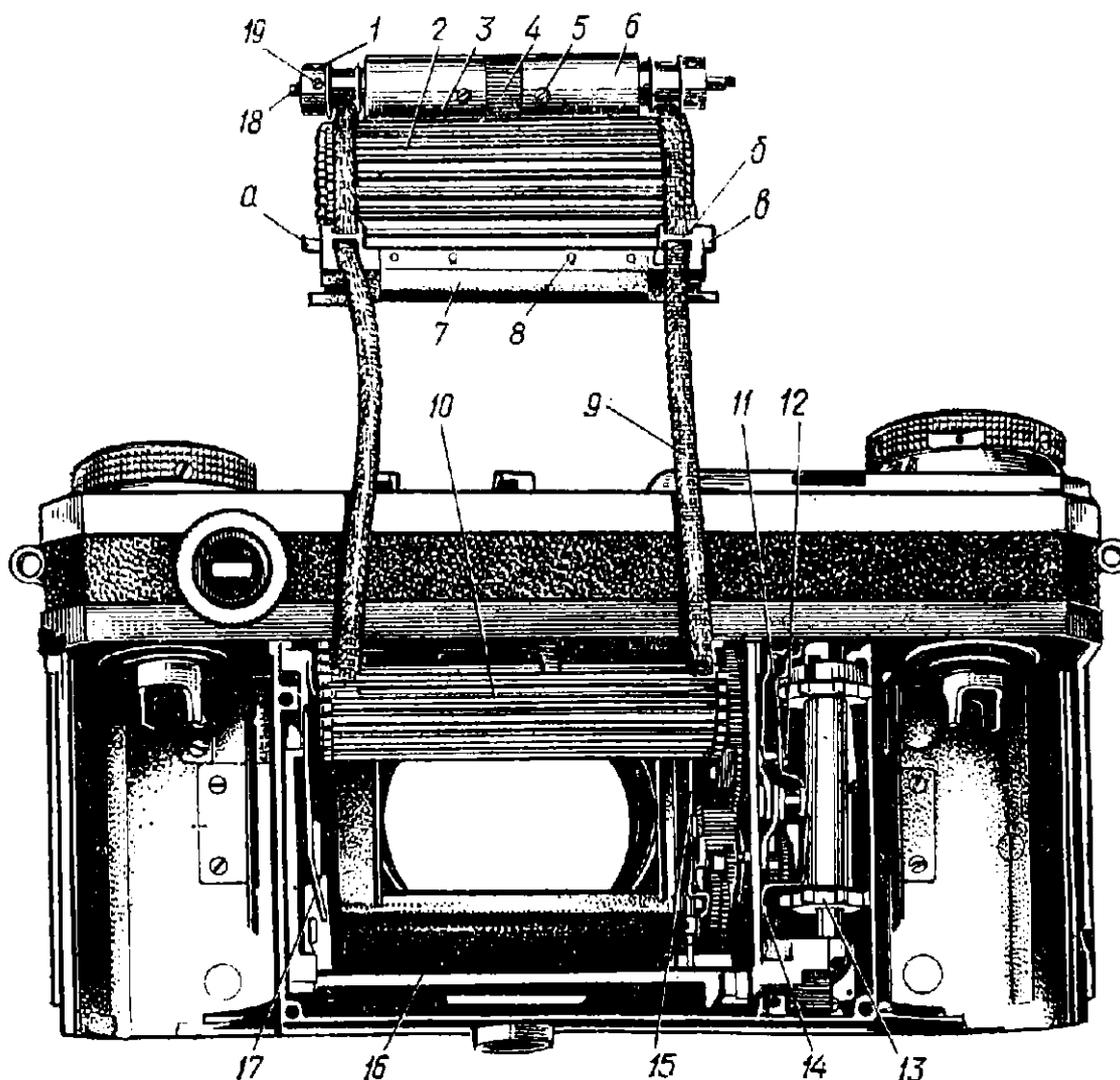
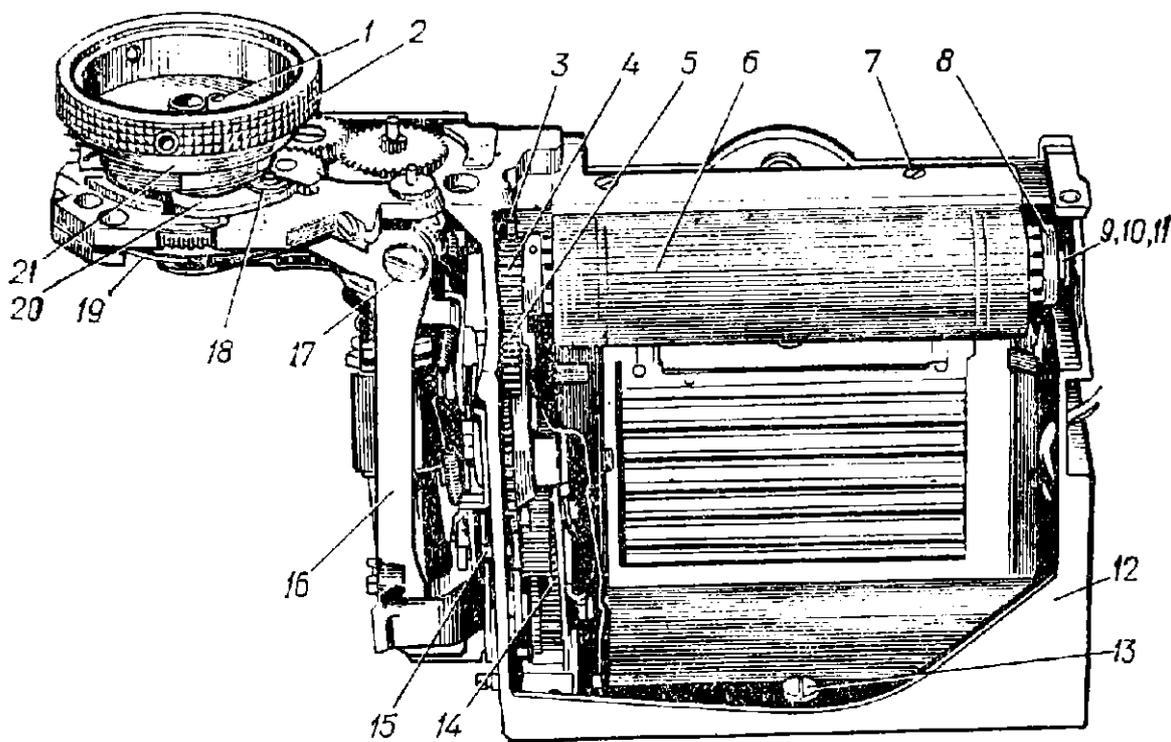
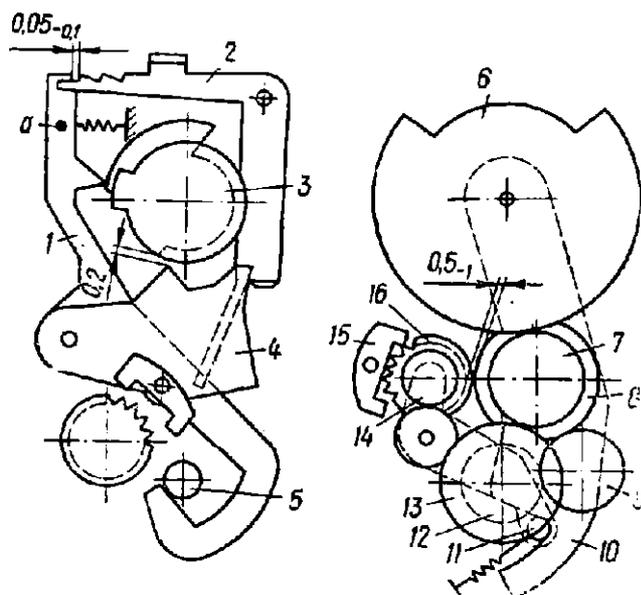

Рис. 18. Фотоаппарат со снятой шторкой:
Рис. 19. Затвор со щитками:
Рис. 20. Положение деталей тормозного механизма на выдержке 1/10 с:
5.2.44. Отвинтить винт-ось 17 (рис. 19) с левой резьбой и снять рычаг 16.
5.2.47. Отвинтить винт-ось 11 (рис. 11) на один-два оборота, удерживая отверткой ось от вращения. Отвести шайбу 13 в сторону. Вращая отверткой ось вправо, освободить ее от натяжения пружин, находящихся внутри валика. Снять втулку 8.229.010, расположенную за шайбой 13. Затем снять нижний валик 6 (рис. 18) вместе с нижней шторкой. Снять и сохранить имеющиеся на нижнем валике регулировочные шайбы.
5.2.48. Вынуть ось 8.300.000 из верхнего валика 8 (рис. 19) и корпуса 12.
5.2.51. Приподнять заводную головку 2 (рис. 19) до упора, под действием пружины она должна возвратиться в первоначальное положение.
5.2.59. Развернуть шестерню 6 (рис. 20) так, чтобы выступ рычага 1 переместился на верхнюю ступень кулачка 3, при этом плечо рычага 1 перемещается со средней ступени рычага 2 на верхнюю ступень и образует зазор 0,05—0,1 мм. Шестерня 8 в этот момент выходит из зацепления с шестерней 14, при этом образуется зазор между зубьями 0,5—1 мм. Шестерня 9 входит в зацепление с шестерней 12. Эксцентрик 11 должен расположиться во впадине рычага 10.
Проверить зацепление шестерни 9 с шестерней 12. Правильное зацепление достигается разворотом эксцентриков 2 (рис. 26) и 4. Проверить регулировку на всех ступенях кулачка 3 (рис. 20).
Примечание. Зазор 0,05—0,1 мм на верхней и средней ступенях рычага 2 (рис. 20) достигается перегибом плеча рычага 1 в зоне *a* ключом $\frac{\text{ФК2-В-4сб.}}{1Г-6}$ при сохранении положения выступа рычага 1 на кулачке.
5.2.60. Заводную головку повернуть вправо до упора, в этот момент собачка 20 (рис. 19) должна попасть в паз установочного кольца 21 и зафиксировать кольцо. Допускаемый люфт собачки в пазу кольца 0,1—0,2 мм.
5.2.62. Развернуть шайбу 13 (рис. 11) так, чтобы отверстие в корпусе под ось 18 (рис. 18) нижнего валика было открыто. На ось валика 6 нижней шторки со стороны шлица установить снятые при разборке шайбы 8.942.089. На противоположный конец оси 18 также установить шайбу 8.942.089. Ось нижнего валика с шайбами установить в корпус затвора. На ось 18 установить втулку 8.229.010, наружный диаметр которой должен входить в отверстие корпуса затвора. Повернуть отверткой ось 18 влево на восемь-девять оборотов, при этом лента и шторка должны намотаться на нижний валик 6. В этом положении ось нижнего валика 6 зафиксировать шайбой 13 (рис. 11). Шайбу закрепить винтом-осью 11.
5.2.64. Смазать маслом типа «В» места трения валика 8 (рис. 19) верхней шторки 10 (рис. 18) с осью 8.300.000. Нажать на спусковую кнопку и в этом положении вращать шестерню 3 (рис. 19) против часовой стрелки до упора.
Защелку 18 (рис. 29) заводной головки 1 установить в паз установочного кольца 17, соответствующий выдержке «В». Заводную головку повернуть вправо до упора, при этом выступ шестерни 16 должен попасть в паз фланца втулки 14. Защелку 18 заводной головки 1 перевести в паз установочного кольца 17, соответствующий выдержке 1/10 с. Повернуть шестерню 3 (рис. 19) влево, чтобы выбрать мертвый ход в зацеплении шестерен. Повернуть поводковую шестерню 6 (рис. 20) так, чтобы выступ рычага 1 находился на верхней ступени кулачка 3 на расстоянии 0,5 мм от края средней ступени. Это положение соответствует выдержке 1/10 с (см. рис. 20).
5.2.65. На валик 8 (рис. 19) намотать верхнюю шторку, затем на валик со шторкой намотать ленту на неполный оборот. Не сбивая установленных положений, ввести в зацепление шестерню 4 верхнего валика с шестернями 3 и 5. Придерживая верхний валик так, чтобы шестерня 4, закрепленная на валике, не вышла из зацепления, вставить ось 8.300.000 в отверстие корпуса и верхнего валика. Произвести спуск затвора. В спущенном затворе верхняя шторка 8 (рис. 11) должна входить в щель планки 18 (рис. 27) нижней шторки и фиксироваться штифтами. Шторка должна находиться в натянутом положении — провисание не допускается. Натяжение шторок, ход и правильная остановка верхней шторки в нижнем крайнем положении регулируются шестерней 4 (рис. 19) при сохранении ранее установленных положений узлов затвора.
5.2.67. Перевести заводную головку на выдержку 1/1250 с и медленно взвести затвор. Носик рычага 4 (рис. 27) должен легко скользить по двум выступам упора 3 и заскочить за нижний. Приподнять пружину фрикциона 19 так, чтобы два ее штифта вышли из пазов звена верхней шторки. После этого взвести затвор до упора и, не отпуская заводную головку, другой рукой подвести нижнюю шторку к упору направляющей 17. Отпустить заводную головку. Под действием пружин нижнего валика 6 (рис. 18) шторка отойдет вниз, выбирая мертвый ход в зацеплении шестерен. При этом упор 3 (рис. 27) должен не доходить до носика рычага 4 примерно на 0,3 мм. Образовавшаяся щель между нижним звеном верхней шторки и планкой замка должна быть 1,2—1,4 мм. Замер производить калибром $\frac{\text{ФК2-М-2сб.}}{1Г-7}$. При незначительном отклонении размера щели регулировку произвести после установки щитка 6 (рис. 19).
5.2.69. Взвести затвор и установить выдержку «В». Нажать безменом В-478 на спусковую кнопку 5 (рис. 1), при усилии 600 ± 100 гс должен произойти спуск шторок. Тугой спуск исправить полировкой двух ведущих выступов втулки 12 (рис. 29), при этом ведущие выступы должны одновременно прилегать к фланцу втулки 19 (рис. 19). Взвести затвор, оттянуть заводную головку и опустить ее, при этом втулка с фланцем не должна выталкиваться.
Проверка, регулировка положения кулачка 3 (рис. 20) относительно выступа рычага 1 на выдержках 1/10, 1/50, 1/25 с
5.2.70. На выдержке 1/10 с взвести затвор и проверить положение выступа рычага 1 (рис. 20) на кулачке 3. Выступ рычага должен быть на расстоянии 0,5 мм от края подъемной плоскости. Положение рычагов и шестерен на выдержке 1/10 с должно соответствовать рис. 20. Шестерня 9 должна быть в зацеплении с шестерней 12.
5.2.79. На выдержке «В» взвести затвор так, чтобы между шторками образовался зазор примерно 1 мм. Под усилием 55 ± 5 гс (измерять с помощью весов 7870—4109) нижняя шторка должна опуститься по ленте 9 (рис. 18). Если шторка перемещается при мень-
5.2.80. Установить щиток 6 (рис. 19) на корпус 12 затвора по метке, сделанной при разборке (п. 59), и закрепить его сверху двумя винтами 7. Щиток 6 закрепить на корпусе затвора снизу винтом-осью 13 и винтом 8.901.000, не сбивая положения щитка.